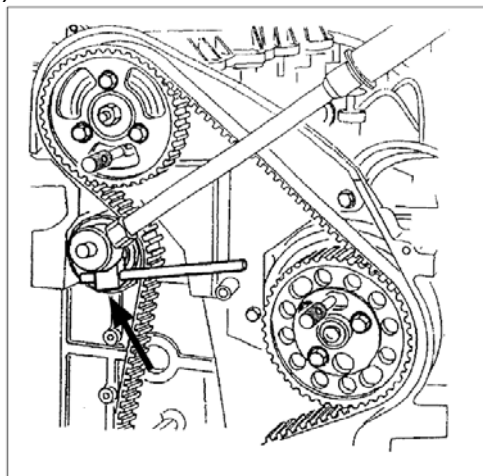

Fig. 2
- Se precisa ésta herramienta para girar el tensor y mantenerlo en esa posición mientras se aprieta el tornillo de bloqueo (25 Nm)(Fig. 2).